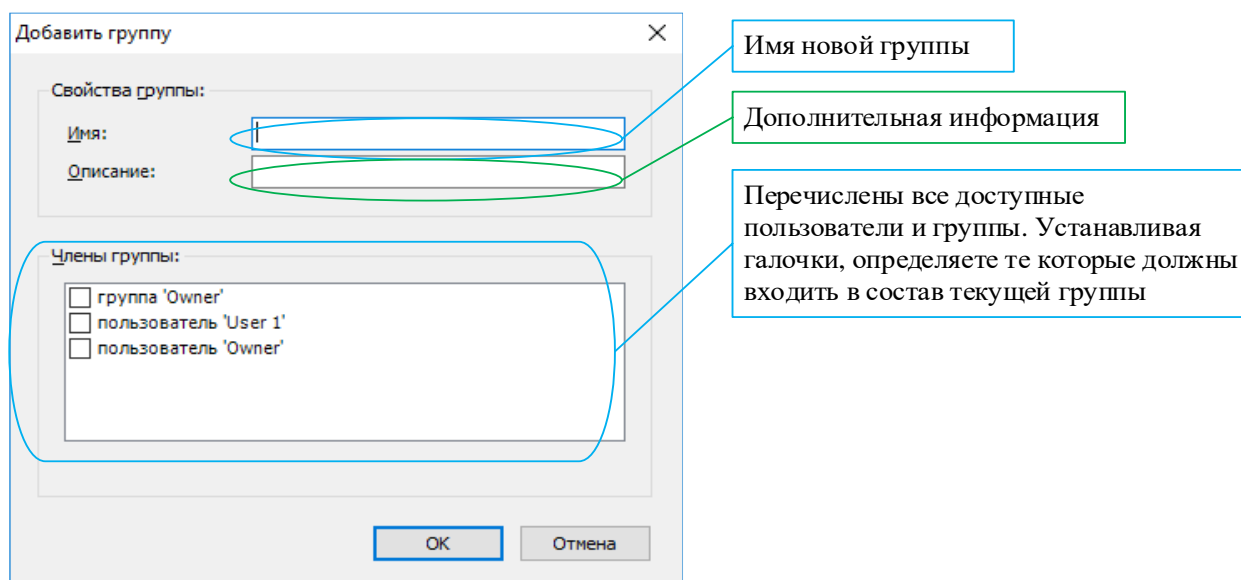

Рисунок 230 – Диалоговое окно добавления группы
- для создания новой группы, в подкатегории **Группы (Groups)**, нажмите на кнопку **Добавить...** откроется диалоговое окно (Рисунок 230). Группу можно изменить и/или удалить, но учтите, что группу «**Everyone**» («**Все**») и «**Owner**» («**Владелец**») удалить не получится;